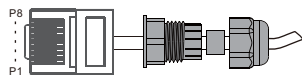

Figura 4.6-3 Pasos de funcionamiento
Paso 3-1 Pase el cable RJ45 a través de la placa de acero y conecte el cable DRED al terminal RJ45. Como se muestra en la Figura 4.6-3, la Tabla 4.6-1 describe la definición del puerto de 6 pines.